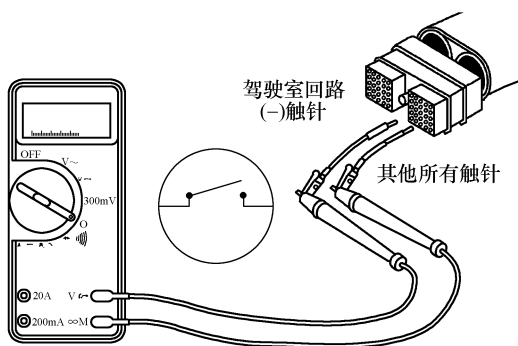
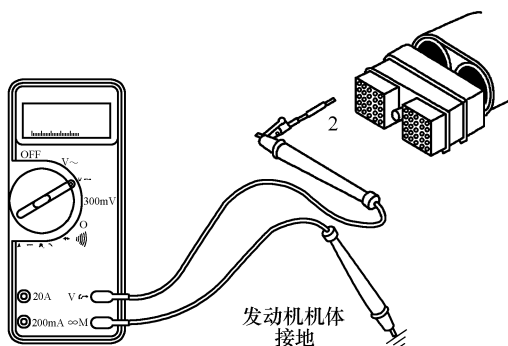

图 5-41 测量公共回路触针与插头中其他所有触针间的电阻
图 5-42 测量触针 2 与机体间的电压
③ 测量公共回路触针(9、10、19 或 20)与插头中其他所有触针之间的电阻,应大于 $100\text{k}\Omega$,如图 5-41 所示。如果不是开路,则存在短路,应维修或更换 OEM 线束。
(4) 检查外部电源是否短路
① 按上述步骤断开驾驶室中所有开关,将车辆钥匙开关转到 ON 位置,测量触针 2 与机体间的电压(图 5-42),应小于 1.5V 。如果电压大于 1.5V ,说明与触针 2 相连的导线和 OEM 线束中带电的导线存在短路,应维修 OEM 线束。